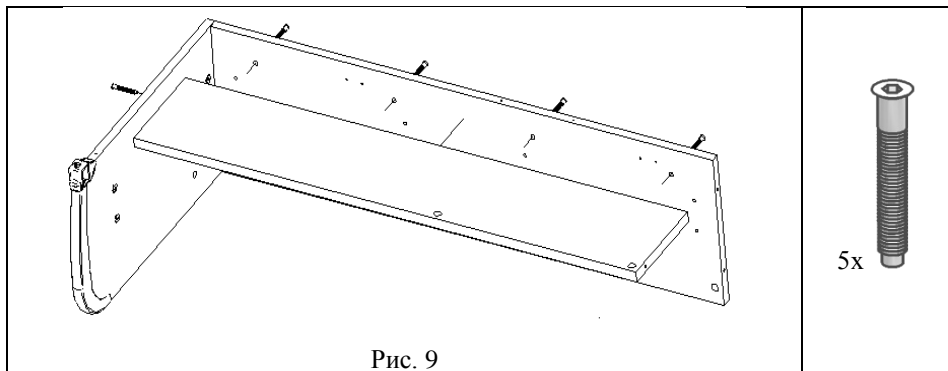

Рис. 9
5.1.5 К сборке по п. 5.1.4 прикрутить с помощью винтов конфирмат (поз. 1, пакет № 75а) полку (поз. 4) в следующей последовательности, см. рис. 9 и 9а.:
- наживить 4 винта конфирмат, соединяющих стенку заднюю с полкой (рис.9а),
Рис.9а